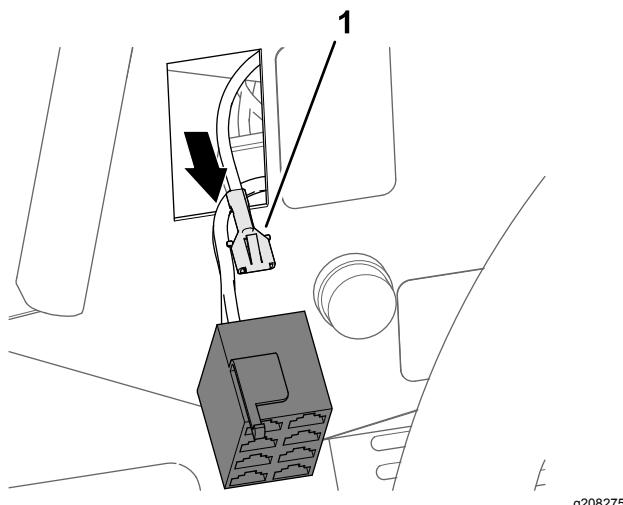

Figura 29
3. Aline o terminal de tomada na extremidade do ramal de 108 cm da cablagem do kit rotulado TO HEAD LIGHT SWITCH PIN 1 (para interruptor do farol pino 1) para a traseira do conector de oito tomadas do interruptor do farol (Figura 29).